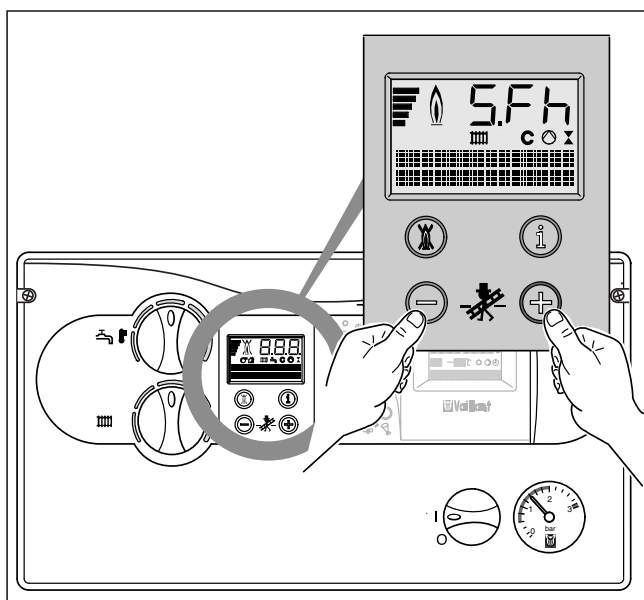

Fig. 6.2 Skorstensfejerdrift
- Aktivér skorstensfejerdrift ved samtidigt tryk på tasterne „+“ og „-“ i DIA-systemet (fig. 6.2)